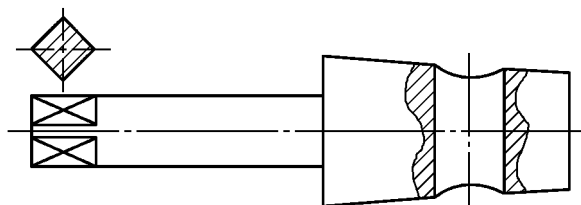

图 2.25 阀芯
6. 绘制图 2.25 所示的阀芯图形。学习使用“样条曲线”命令绘制剖断线,“图案填充”命令绘制剖面线。